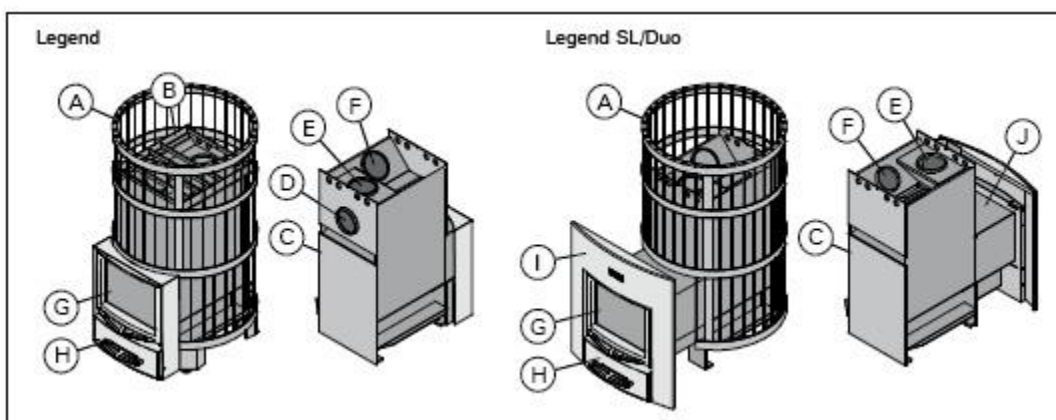

Figura 1
1.2. Părțile componente ale sobei (figura 1)